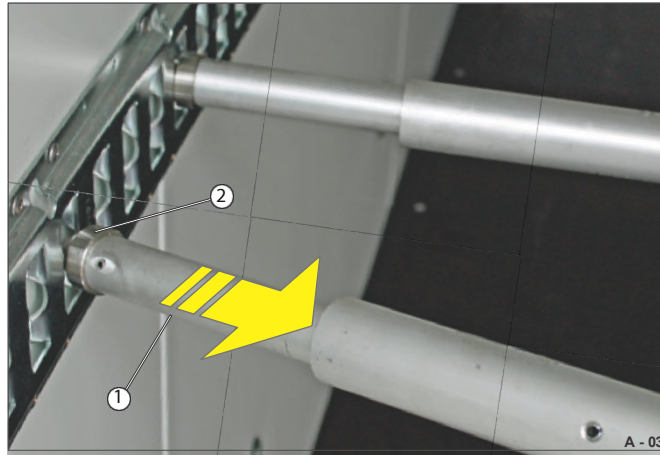

Fig. 34 Fjernelse af låsestangen
- Før forsigtigt endetappen (fig. 34/2) på teleskopendestykket (fig. 34/1) ud af surringsskinnen - frigør langsomt låsestangen.